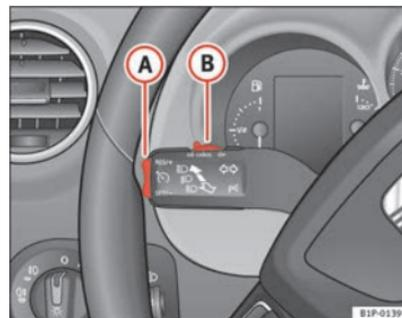

Fig. 133 Palanca de intermitentes y de luz de carretera: mando y tecla basculante para el regulador de velocidad
- Cuando se haya alcanzado la velocidad que se quiere programar, pulse brevemente la parte inferior de la tecla basculante **SET/SET** ⇒ fig. 133 **A** una vez.